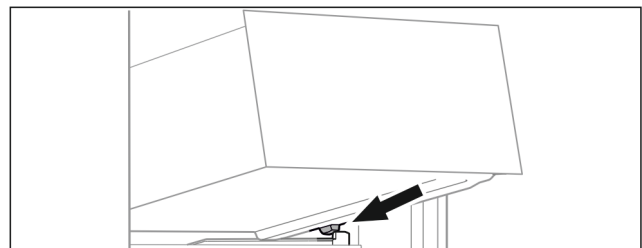

Fig. 76
- ▶ Założyć szufladę pod skosem za stoperami na żebro pojemnika. (patrz Fig. 76)